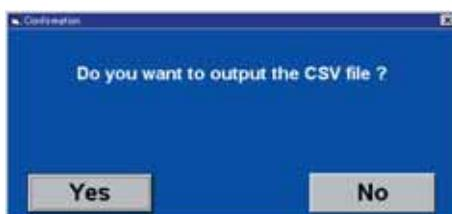

Рис. 7.1.7
7 Нажать "CSV" (7). Данные будут выведены в формате CSV. Откроется окно подтверждения (рис. 7.1.7). При подтверждении файл в формате .CSV будет сохранен в указанной папке (*см. раздел 2. Установка программы по подбору системы VRF ③ Параметры рабочей среды).